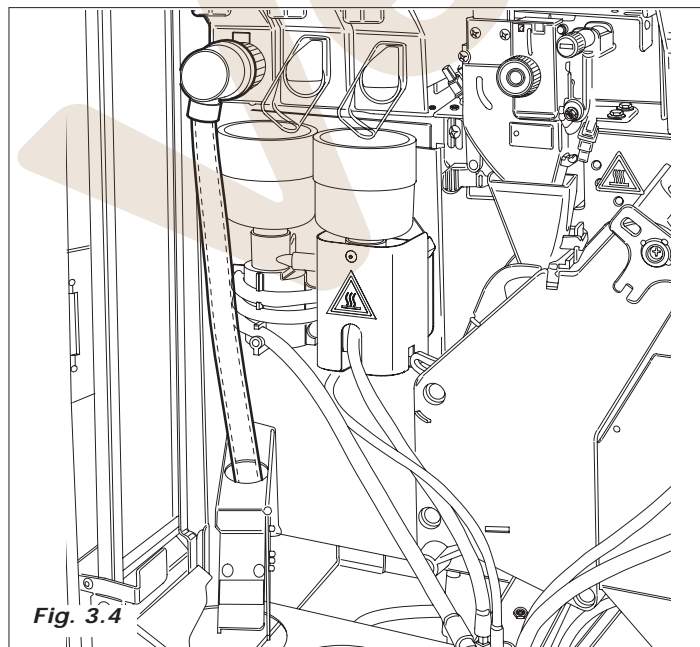

Fig. 3.4
- 1 El motorreductor acciona la espiral del contenedor de azúcar, dispensando la cantidad deseada dentro del tubo (Fig. 3.4)